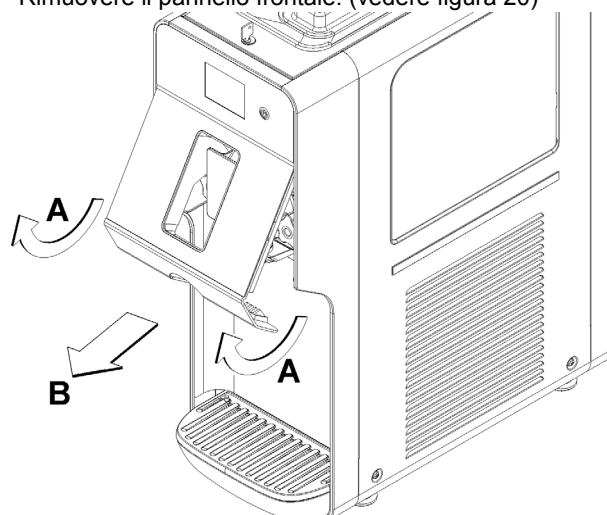

**figura 18**
**4** Rimuovere il tubo di miscelazione e smontarlo (vedere figura 18) e (vedere figura 19).